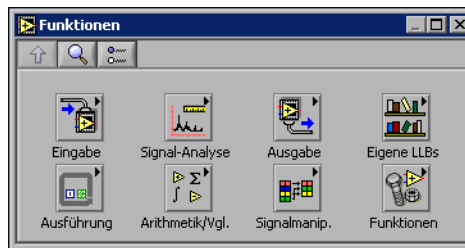

Abbildung 1-6. Die Palette “Funktionen”
3. Sollte die **Funktionen**-Palette (vgl. Abbildung 1-6) nicht sichtbar sein, so kann sie über den Menüpunkt **Fenster»Funktionenpalette** geöffnet werden.